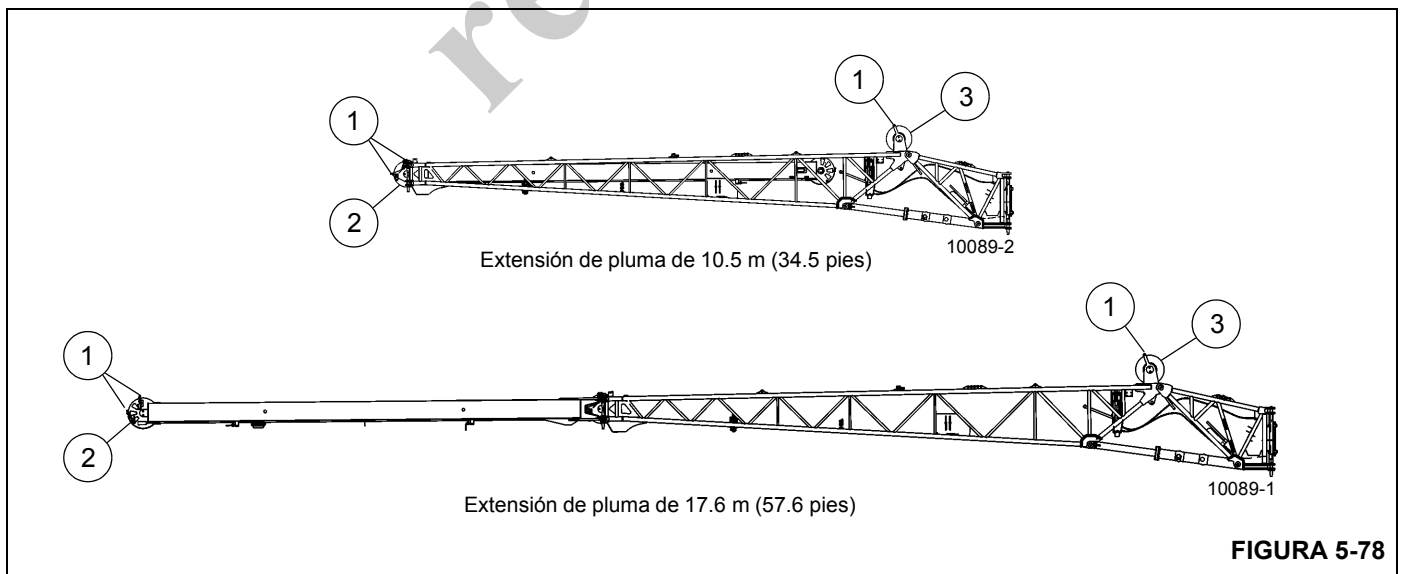

FIGURA 5-78
1. Retire las pinzas de retención y los pasadores de retención del cable (1, Figura 5-78).
2. Guíe el cable por la polea del mástil (3) y sobre la polea de la punta (2) de la extensión.
3. Vuelva a instalar los pasadores de retención del cable (1) y asegúrelos con pinzas de retención.
2. Retire las pinzas de retención y los pasadores de retención del cable (1, Figura 5-78).
3. Saque el cable del malacate de la polea de punta (2) y de la polea del mástil (3), y colóquelo sobre el suelo en el lado izquierdo.
4. Reemplace todos los pasadores de retención del cable (1). Fije con pinzas de retención.